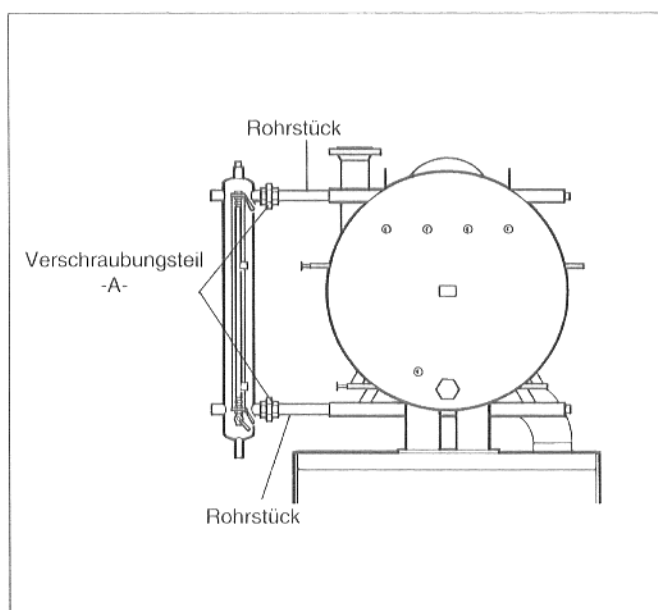

Abb. 19
- **Verschraubungsteil -A-** auf die Rohrstücke (Abb. 19) aufdichten.